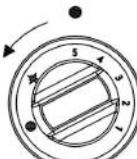

Fig. 8
- Lorsque vous relâchez le bouton, le brûleur de la veilleuse doit rester allumé. S'il s'éteint, répétez l'opération ci-dessus. Pour allumer le brûleur du four, avec la veilleuse allumée, appuyez à nouveau sur le bouton et tournez-le en position «5» (Fig. 8).